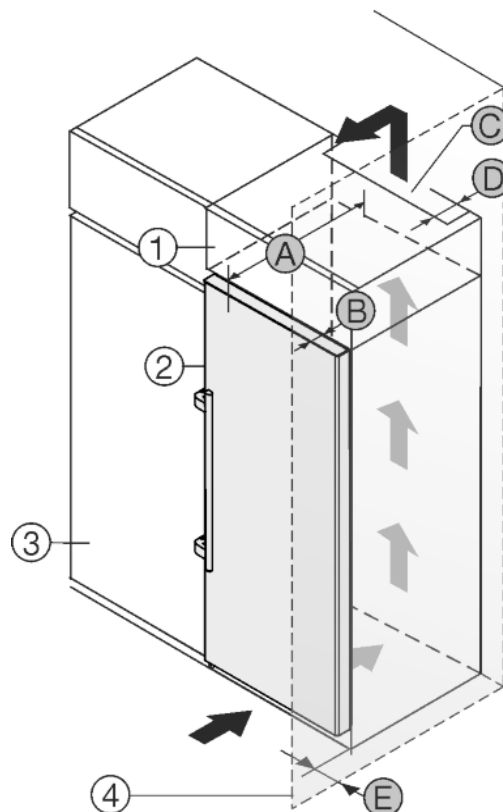

Fig. 24
Urządzenie może zostać obudowane szafkami kuchennymi. Aby dopasować urządzenie Fig. 24 (2) do wysokości ciągu szafek kuchennych, można nad urządzeniem umieścić szafkę nasadzaną Fig. 24 (1).
Urządzenie można ustawić bezpośrednio obok szafki kuchennej Fig. 24 (3). By móc całkowicie otworzyć drzwi, urządzenie musi wystawać przynajmniej o głębokość Fig. 24 (B) za front szafki kuchennej. W zależności od głębokości szafek kuchennych oraz od zastosowania elementów dystansowych urządzenie może wystawać jeszcze bardziej.
- Na tylnej ścianie szafki nasadzonej wymagany jest wywiewny kanał wentylacyjny o głębokości Fig. 24 (D) na całej szerokości szafki.
- Pod sufitem pomieszczenia należy zachować przekrój odpowietrzający Fig. 24 (C).
Jeżeli urządzenie będzie ustawiane z zawiasami do ściany Fig. 24 (4), to pomiędzy urządzeniem i ścianą należy zachować odstęp Fig. 24 (E). Na taką odległość wystaje klamka przy otwartych drzwiach.